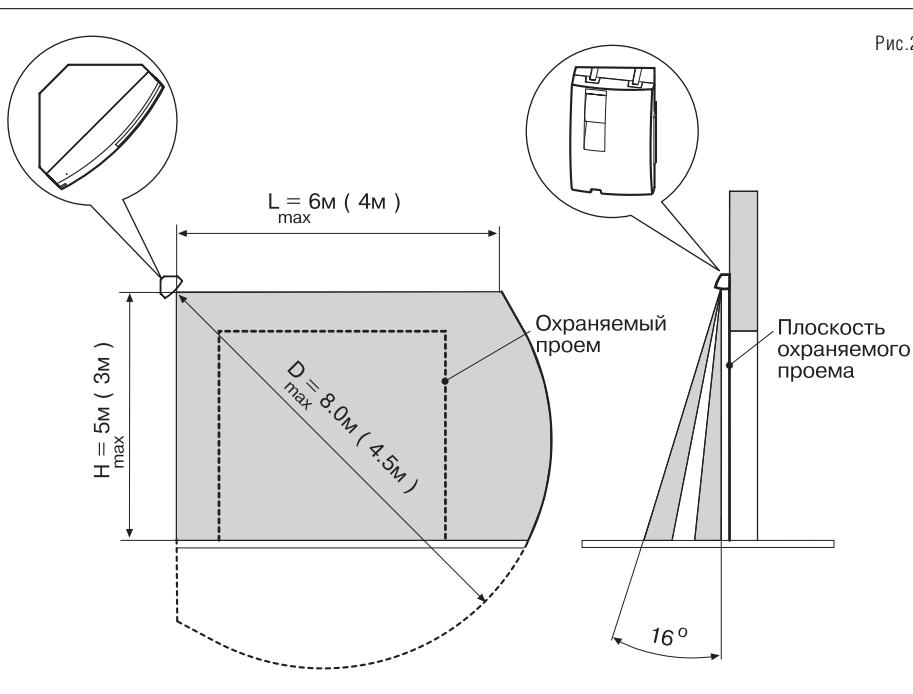

Рис.2
Основание имеет четыре плоскости для крепления на стену, потолок или углы блокируемого проема. Внутри основания имеются две направляющие риски (5), образующие плоскость, которая должна совпадать с плоскостью охраняемого проема. Ориентация зоны обнаружения относительно корпуса приведена на Рис.2. Выбор плоскости для крепления основания в зависимости от места установки приведен на Рис.3, где: